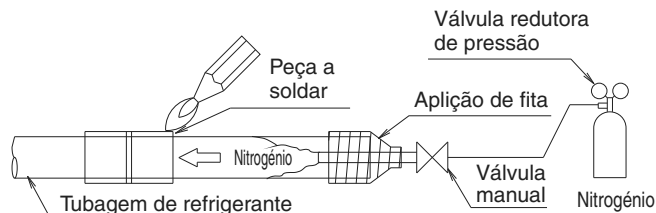

Fig. 14
- Ao soldar a tubagem de refrigerante, substitua primeiro o nitrogénio ou realize a soldagem (nota 2) enquanto introduz nitrogénio na tubagem de refrigerante (nota 1) e, finalmente, ligue a unidade interior com as ligações de alargamento. **(Consulte a Fig. 14)**